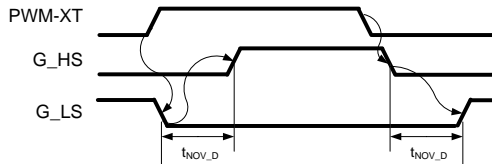

図21：ローカルモードの動作
- ローカルモードです。PWM-XBとPWM-XTは1つの入力信号 (PWM-XT) から生成され、CMT-PLA3SB12340Aのゲートドライバボードの各相で適切なノンオーバーラップのタイミングをループ的に管理します (図21参照)。